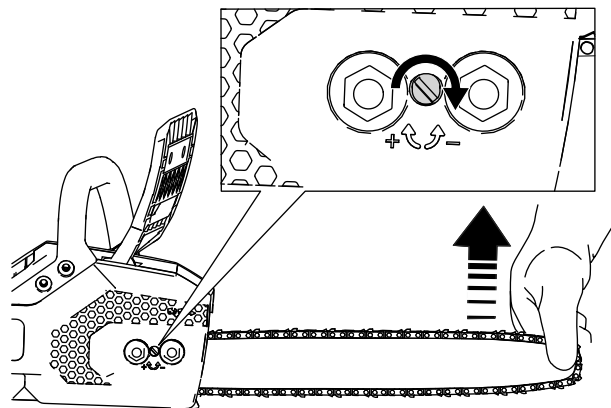

Figura 27
6. Segure a ponta da barra guia (Figura 27).